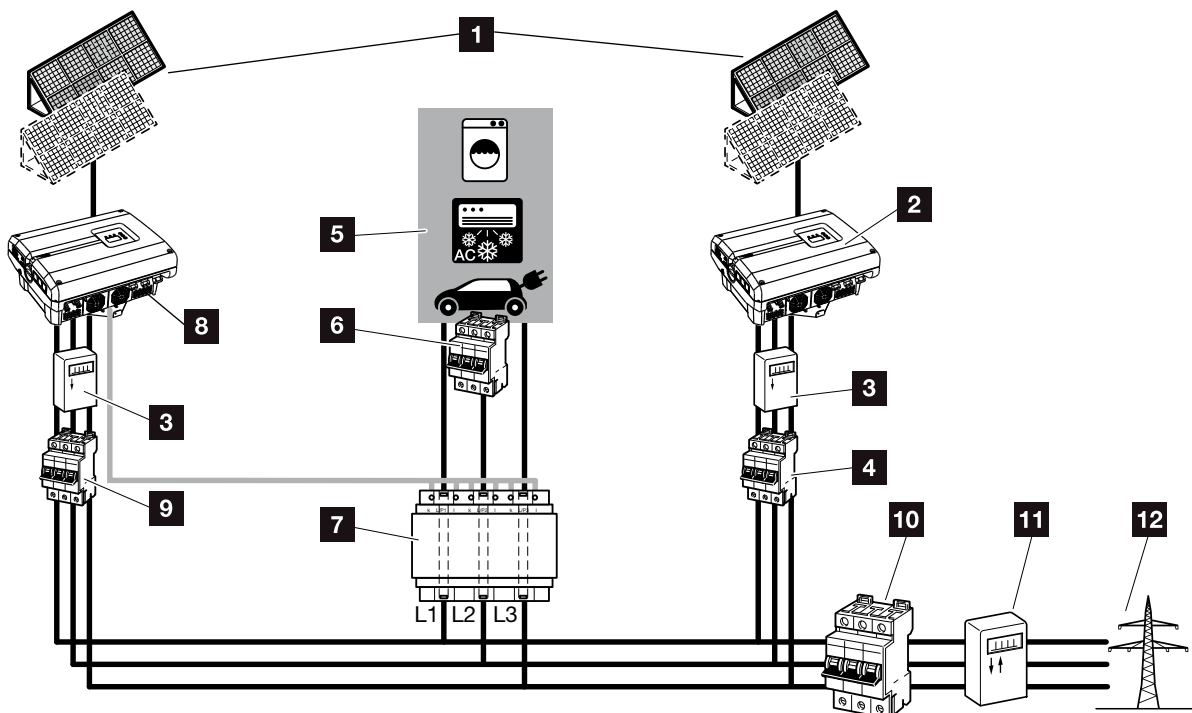
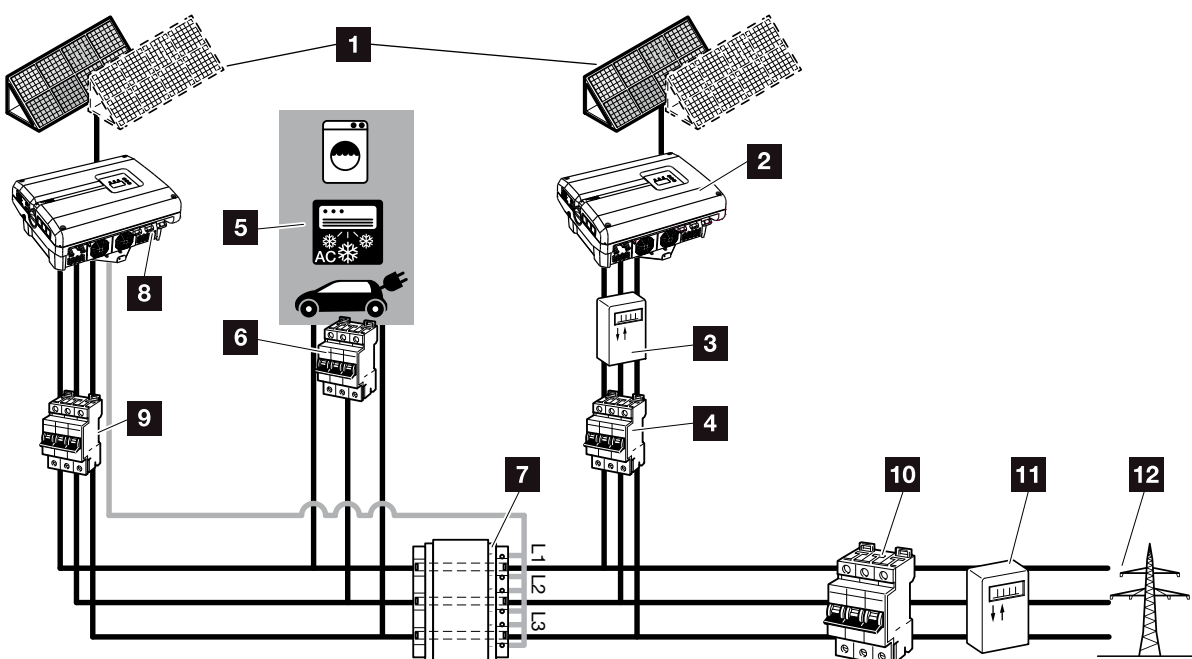

Fig. 78: Conexión de varios inversores –posición del sensor de corriente modo 1– datos del consumo vivienda (posible a partir de PIKO 4.2)
Fig. 79: Conexión de varios inversores –posición del sensor de corriente modo 2– datos del consumo de red (posible a partir de PIKO 4.2)
2. Integrar el inversor en el sistema como en las imágenes  **Fig. 78, Fig. 79** y conectarlo de forma profesional